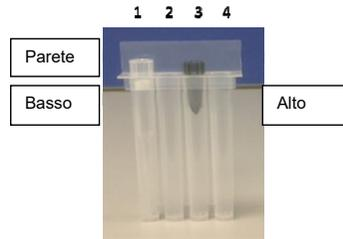

Figura 11: Disposizione dei puntali nel Tip Cassette.
Verificare che i puntali, rispettivamente puntale di estrazione (1) e puntale di foratura (3), siano posizionati nell'ordine indicato nella figura qui sotto (Figura 11).